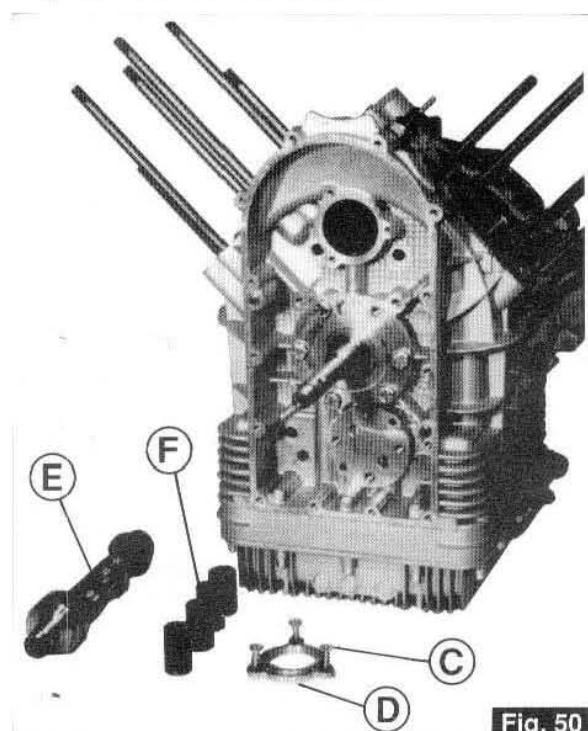

Fig. 50
- Desserez les 3 vis «C» de la bride «D» de fixation de l'arbre à cames «E» et sortez l'arbre à cames après avoir dégagé les poussoirs «F» de leurs emboîtements (Fig. 50).
- Die 3 Schrauben «C» des Befestigungsflansches «D» für die Nockenwelle «E» aufschrauben und die Nockenwelle, nachdem man sie aus den entsprechenden Stößelsitzen «F» (Abb. 50) herausgenommen hat, herausziehen.